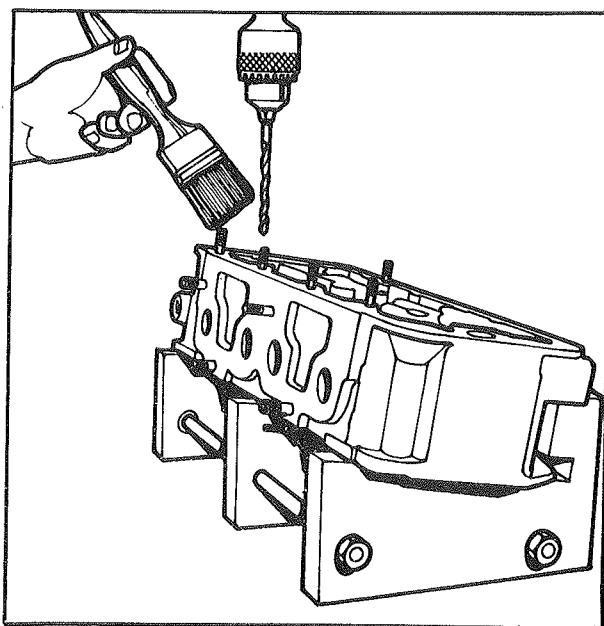

Fig. 4
- Contre-percer au \varnothing 7,8 mm les guides neufs remplacés en les arrosant très abondamment au pétrole après les avoir centrés minutieusement avec le foret (fig. 4).